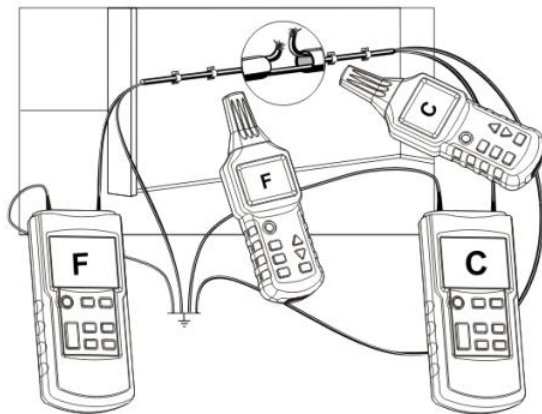

图 3-1-4
- ✓ 所有没有使用的线路均必须按照图 3-1-4 所示和一辅助地线相接；
- ✓ 将发射机如图 3-1-4 所示和一芯线及一辅助地线相连；
若发射机如图 3-1-4 所示连接，则在线路中断的左边，接收机将显示 F 编码。如果接收机越过中断部位到右边，那么接收机上将显示 C 编码。如果正好是在中断部分，则由于发射机信号的重叠，没有任何传输编码得到显示。
- ✓ 所有没有使用的线路必须按照图 3-1-4 所示和一辅助地线相接;